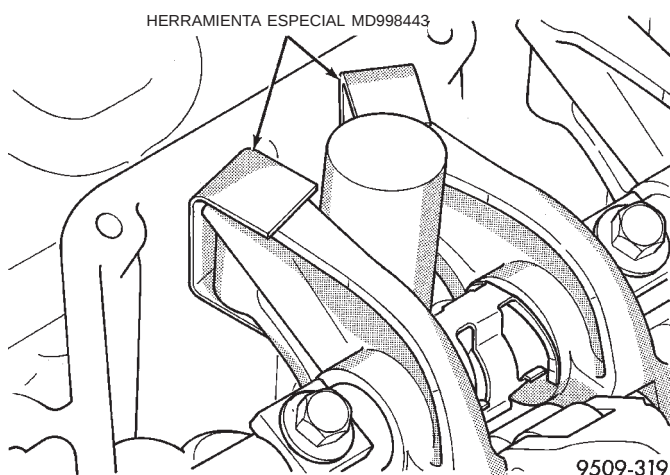

Fig. 45 Retenes del regulador de juego automático
- (1) Retire la tapa o las tapas de la culata de cilindros. Consulte el procedimiento en esta sección.
- (2) Identifique, antes del desmontaje, los conjuntos de eje del brazo de balancín.
- (3) Instale los retenes del regulador de juego automático, herramienta especial MD-998443 en los balancines (Fig. 45). Estos retenes mantienen en posición el regulador de juego cuando se realiza el servicio de los balancines.